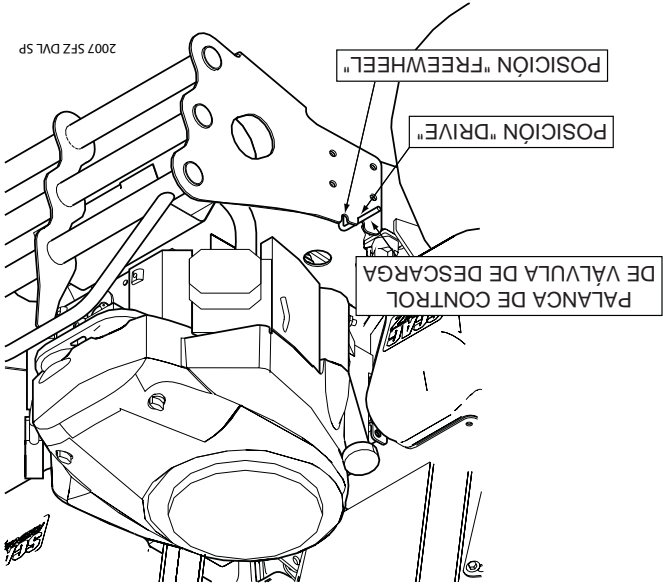

Figura 7-5 Palanca de control de la válvula de descarga
11. Mueva las palancas de control de la válvula de descarga a la posición "rodar libremente". (Vea la Figura 7-5).
14. Accione el freno de estacionamiento. Mueva las palancas de control de la válvula de descarga a la posición DRIVE. (Vea la Figura 7-5).